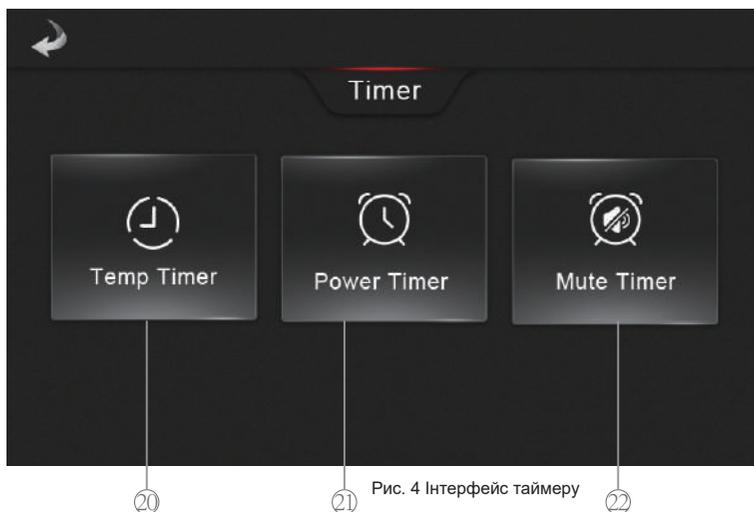

Рис. 4 Інтерфейс таймеру
Щоб увімкнути функцію таймера вимкнення звуку, спочатку натисніть кнопку таймера ⑤ у головному інтерфейсі, а потім натисніть кнопку таймера вимкнення звуку (рис. 4), щоб перейти до інтерфейсу таймера вимкнення звуку, увійдіть до таймера початку та завершення, а потім натисніть кнопку увімкнення/вимкнення, щоб увімкнути або вимкнути налаштування. Коли функцію таймера вимкнення звуку увімкнено, у головному інтерфейсі відображається «».